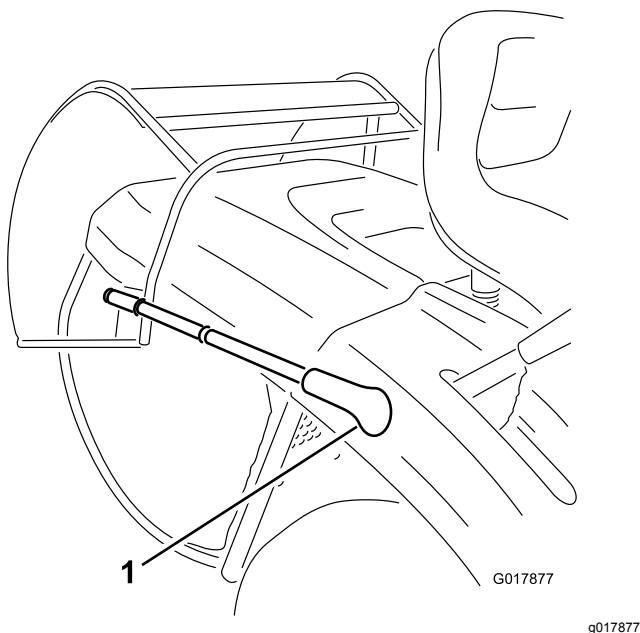
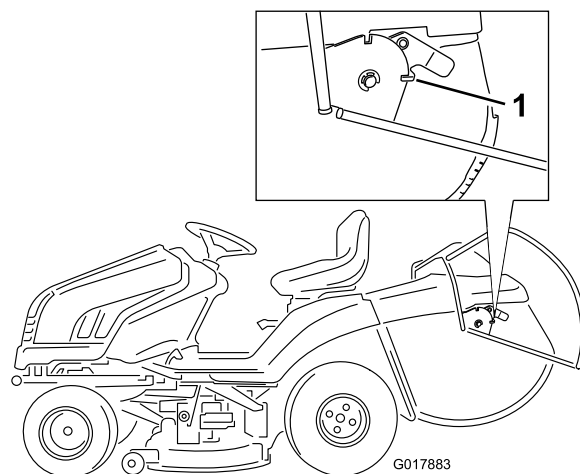

Figura 18
Figura 19
3. Tirate in avanti la leva di scarico del cesto di raccolta e inclinate il cesto (Figura 18) fino a quando il fermo di chiusura non si innesta e blocca il cesto nella posizione aperta (Figura 19).